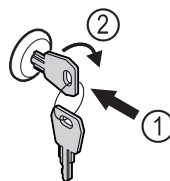

Fig. 114 Beispielhafte Darstellung
- ▶ Schlüssel hineindrücken Fig. 114 (1).
- ▶ Schlüssel um 90° im Uhrzeigersinn drehen Fig. 114 (2).